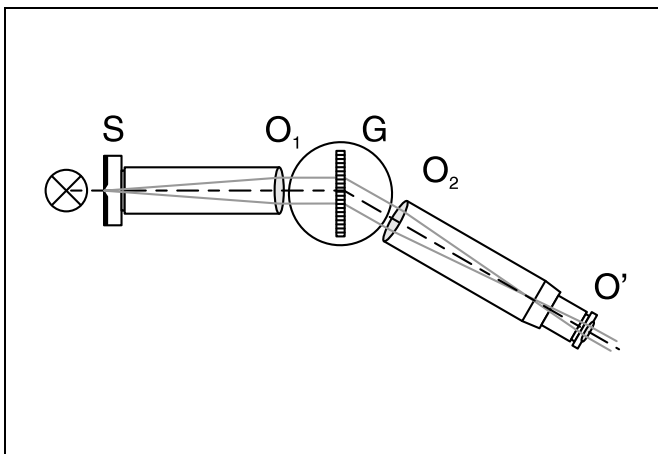

Fig. 1 Strahlengang in einem Gitterspektrometer
Im Gitterspektrometer tritt das Licht divergent durch den in seiner Breite und Höhe veränderbaren, vertikalen Spalt S und fällt auf das Objektiv O_1 , das sich im Abstand der Brennweite vom Spalt befindet (siehe Fig. 1). Spalt und Objektiv bilden zusammen einen Kollimator. Hinter dem Objektiv gelangt das Licht als paralleles Strahlenbündel zum Gitter G, d.h. alle Strahlen fallen unter dem gleichen Winkel auf das Gitter. Das Licht wird durch das Gitter gebeugt, wobei jede Wellenlänge eine andere Ablenkung erfährt. Schließlich werden durch ein
- Gitter so auf dem Prismentisch positionieren und Fernrohr so ausrichten, daß das durch den Spalt fallende Licht das Gitter durchstrahlt (von oben betrachten, siehe Fig. 1) und das Spektrum mit dem Fernrohr beobachtet werden kann.